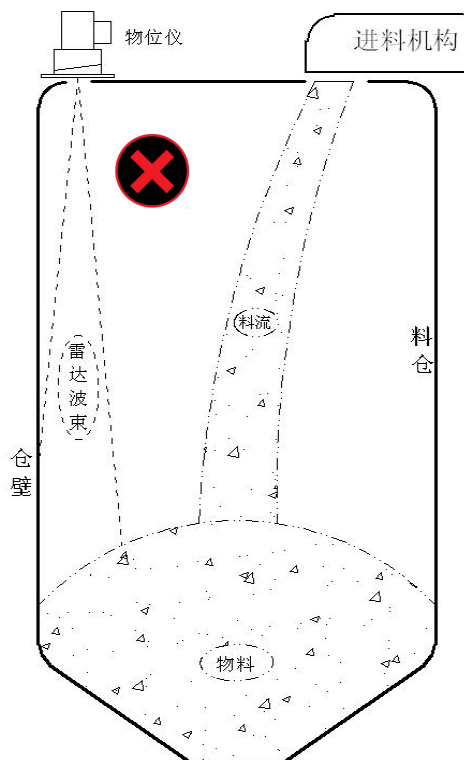
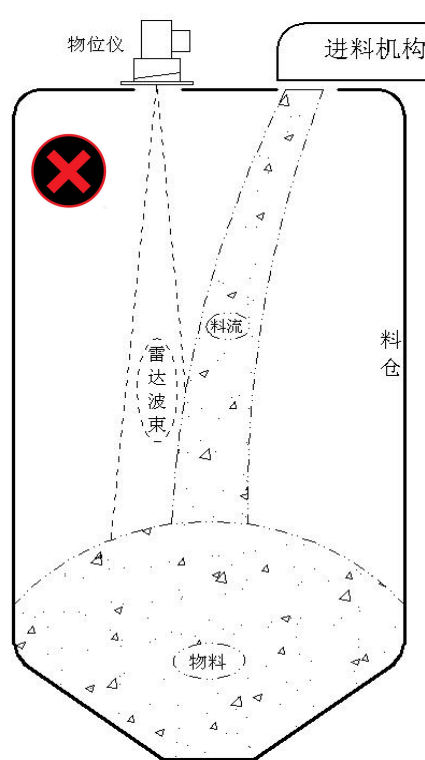

图 3.3-2
图 3.3-3
- (2) 如图 3.3-2 和图 3.3-3 均为不合理安装位置（解决办法参考 3.3.2 和 3.3.3）